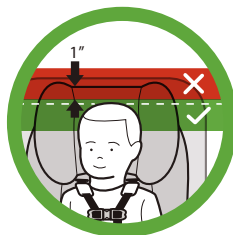

Figura 104
- **Viendo hacia atrás:** La parte superior de la cabeza del niño debe quedar al menos a 1" (2,5 cm) por debajo de la parte superior del apoyacabezas del asiento de seguridad, como se muestra en la **figura 104**. Si la parte superior de la cabeza del niño queda a menos de 1" (2,5 cm) por debajo de la parte superior del apoyacabezas en la posición más alta, entonces el niño está demasiado grande para ir en el asiento viendo hacia atrás, y se debe hacer el cambio a la posición viendo hacia adelante.